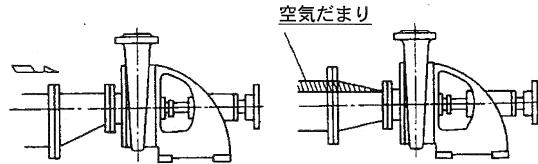

図 1
- (1) ポンプに吸込配管、吐出し配管の荷重がかかると芯狂いの原因となりますので、十分な配管支持をしてください。
- (2) 吸込配管の曲がりはできるだけ緩やかにし、数を少なく、かつ、ポンプ入口部に接近して設けないようにしてください。
- (3) 吐出し配管の水平部はなるべく下り勾配となるようにご配慮願います。ポンプ停止時に水平管内に固形分が堆積することを防ぐためです。
- (4) 吸込配管の横引き部は、ポンプに向かい  $1/100$  以上の勾配で下るよう配管してください。（流し込み、押し込みの場合）
- (5) 吸込配管を異径管で拡大する時は、図 1 に示すように、空気だまりができるないよう偏芯形のものを用いてください。
- (6) 流し込み、押し込みの場合の吸込配管